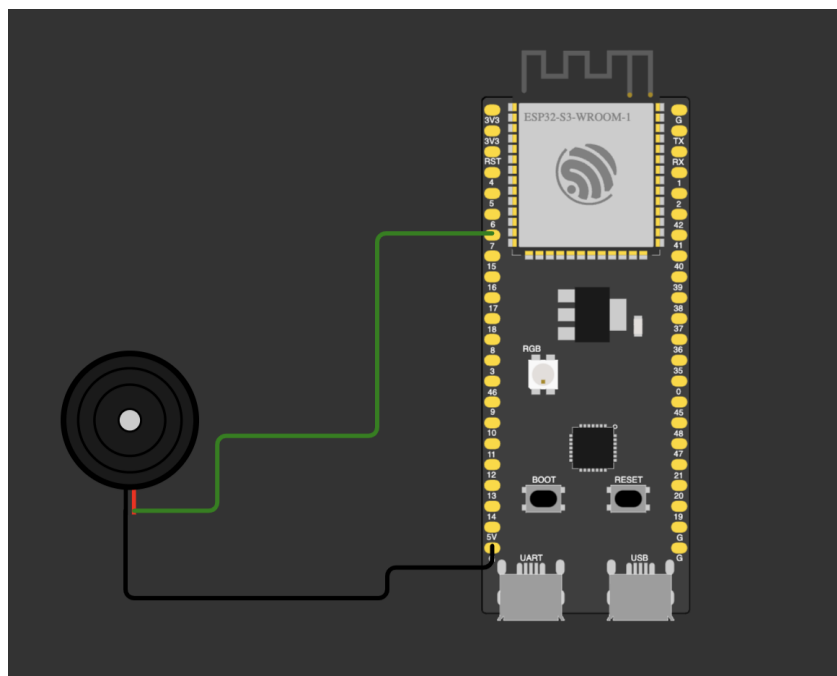

Figura 2: Buzzer
2. Será necessário um buzzer. Para instalá-lo colocaremos um lado do jumper macho-macho na porta 7 do ESP32-S3 e o outro que será conectado no polo positivo(representado por um símbolo de "+") do buzzer. Já o polo negativo(lado oposto do "+") será conectado no ground. (figura 2)